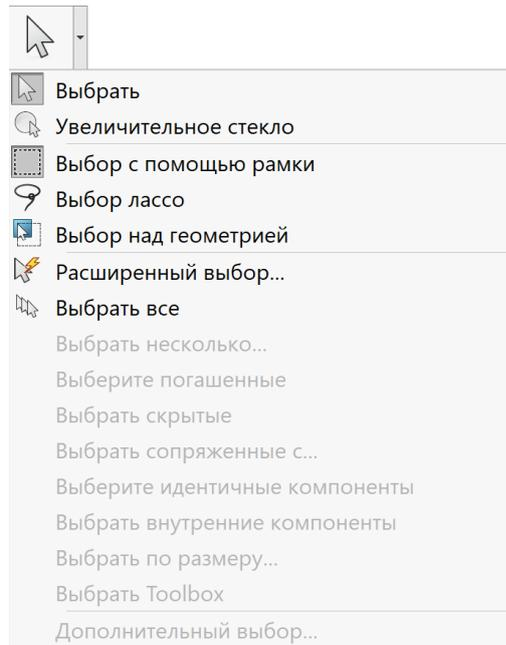

Рисунок 1.4 – Вибрати (Select): розширене меню
**Вибрати** (Select): для вибору частин моделі або ескізу, таких як ребра, компоненти, вершини і т. д. Бокове меню перетягування містить інші параметри вибору, такі як розширений вибір, вибір прихованого, вибір всього, панель інструментів, внутрішні компоненти і т.д. (рис. 1.4)